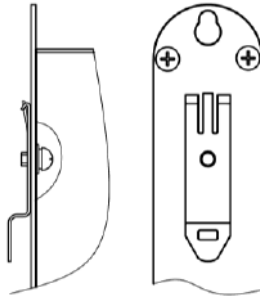
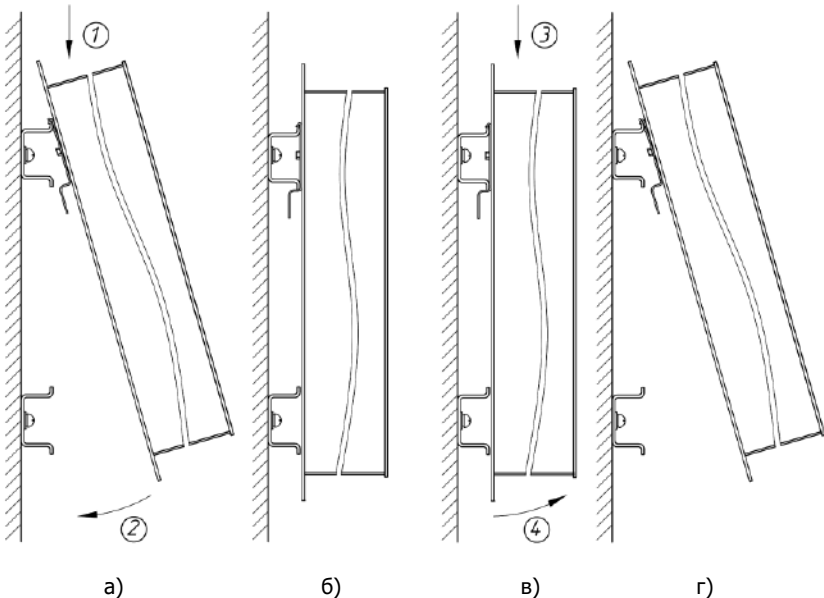

Рис. 7.1. Монтажная планка модуля Контроллера (для крепления на на DIN-рейку)
Рис. 7.2. Монтаж (демонтаж) модуля Контроллера на DIN-рейку (с DIN-рейки): а), б) — монтаж; в), г) — демонтаж
7.2. Модули Контроллера монтируются в шкафах (за исключением модулей ПУ, которые монтируются на щите или пульте) при помощи монтажной планки (рис. 7.1), прикрученной к задней стенке модуля, на DIN-рейку TH35-15 (рис. 7.2).